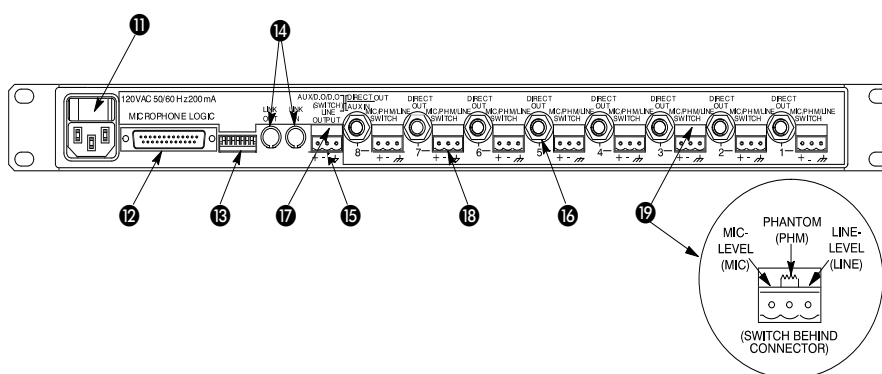

ABBILDUNG 2
**EINSTELLER, ANSCHLÜSSE UND ANZEIGEN AUF GERÄTERÜCKSEITE (SIEHE ABB. 2)**